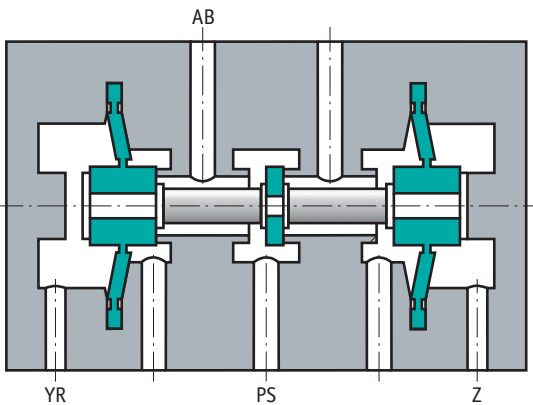

FIGURA 7. Distribuidor neumático 5/2.
- En la figura 7 se ha representado una válvula de paso para accionar un distribuidor, dotada de membranas en sus dos extremos. El diseño constructivo de las membranas, en combinación con el material usado para su construcción, en este caso poliuretano, permite un trabajo a altas cargas dinámicas que garantiza un funcionamiento seguro y de largo rendimiento. La válvula se acciona mediante cargas de presión por los conductos Y o Z. Con ayuda de la junta del centro de la válvula, el flujo se puede dirigir hacia A o B.